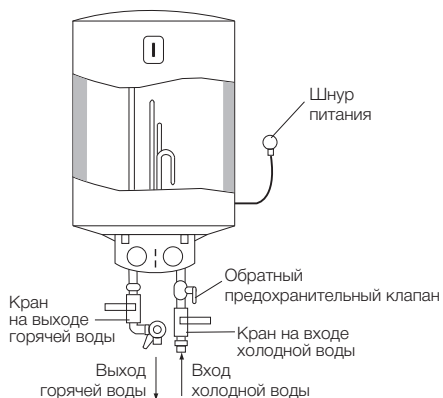

Рис. 8
3. Предохранительный клапан следует устанавливать в месте входа воды (см. рис. 8 и 9).